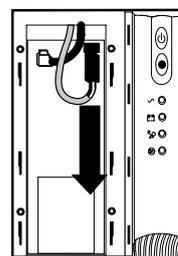

Figura 20 Cómo Desconectar el Conector de la Batería Interna
- 4 Desconectar el cable rojo del (+) conector positivo de la batería (consulte Figura 20).